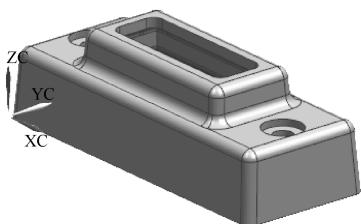

图 8-99 镶件设计产品
(1) 对如图 8-99 所示的壳件产品进行型芯或型腔的镶件设计, 源文件路径和文件名为...\Exercise\ch8\exercise_8_3\exercise_8_3.prt, 一模两件。